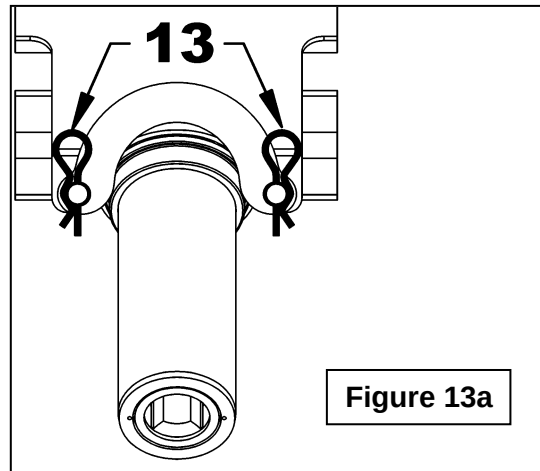

Figure 13a
IMPORTANT: Les goupilles en épingle (Figure 13a, item 13) doivent être dans la position illustrée dans la figure.